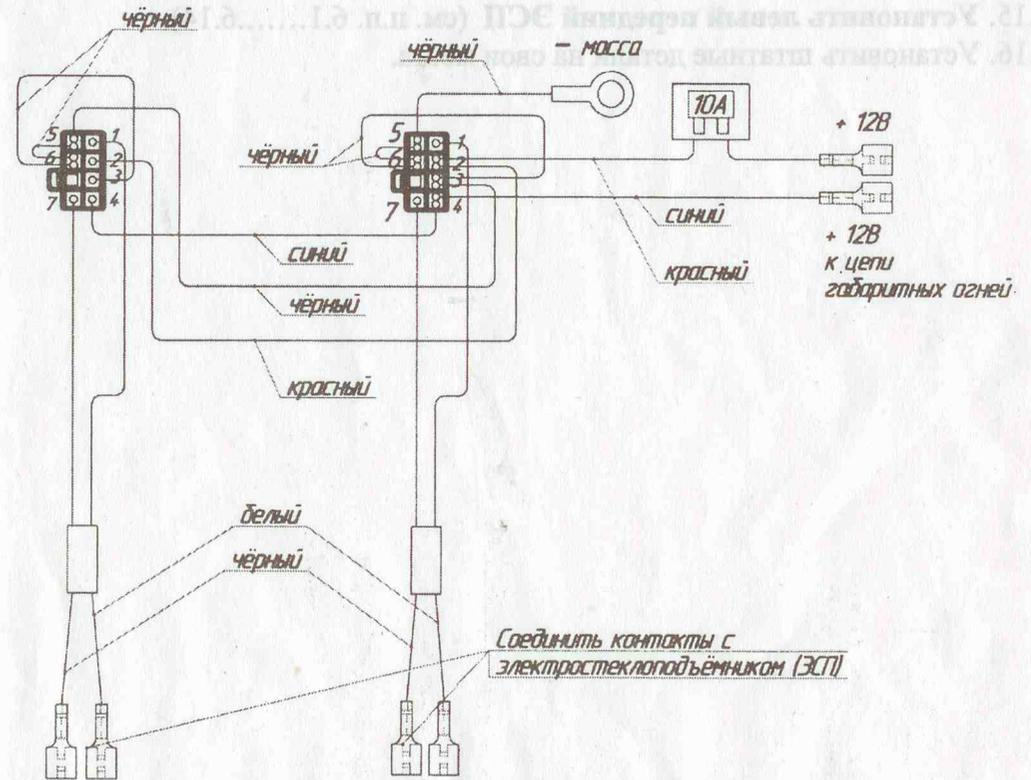

Рис. 2. Схема подключения электростеклоподъёмников к бортовой сети автомобиля.
6.6. Выбрать место установки переключателей, разметить и вырезать под них проемы по переходной рамке. Протянуть двухжильный провод по салону от места расположения переключателей до дверей, затем через стойки в полости дверей. Контакты на другом конце провода соединить с электродвигателем ЭСП (см. рис. 2). При необходимости изменения размеров жгута использовать провода с сечением не менее 0,75 кв. мм.
- 6.8. Выполнить соединения проводов питания и подсветки в соответствии со схемой подключения ЭСП (см. рис. 2).